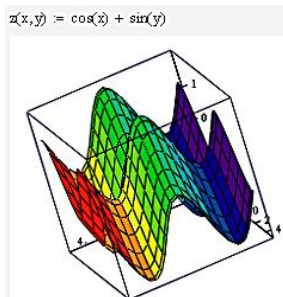

Рис. 4.2. Трьохірний графік
2. трьохірний – демонструє залежність функції від двох змінних (рис. 4.2);